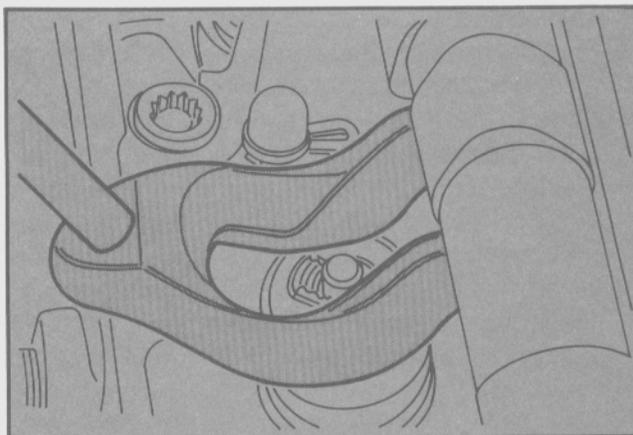

Fig. 99 - Desmontaje de las trabas del resorte
- Comprimir el resorte de válvulas con la herramienta T84G-7564-BAS. Quitar las trabas del resorte (Fig. 99).